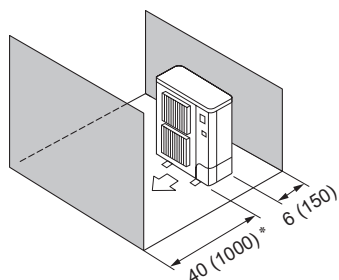

Fig. 2-9
- ⑤ Obstacles à l'avant et à l'arrière (Fig. 2-9)